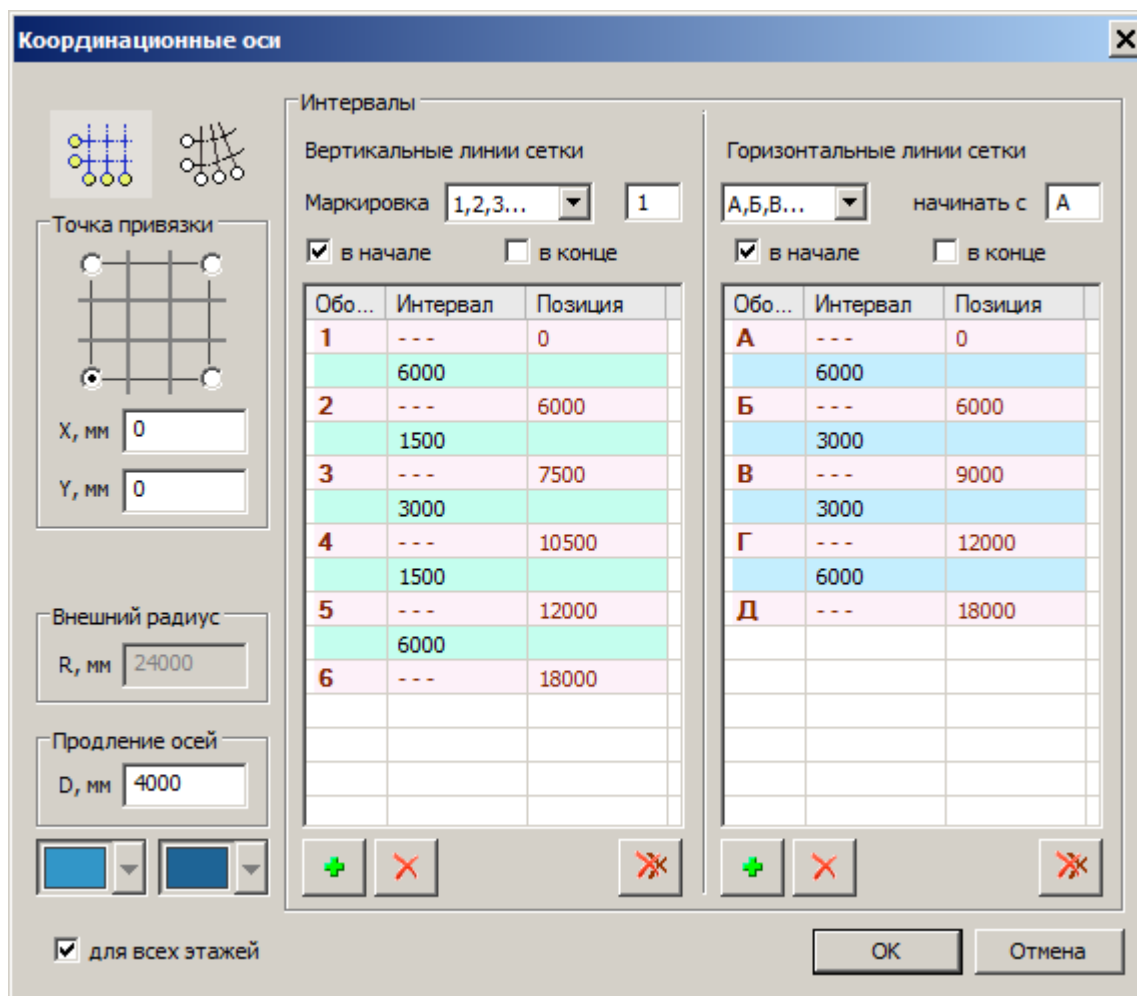

Рис.23.4. Диалоговое окно **Координационные оси**
- Чтобы вызвать диалоговое окно **Координационные оси** (рис.23.4) выберите команду  - **Оси...** в раскрывающемся списке **Оси** (панель **Инструменты построения** на вкладке **Создание**).